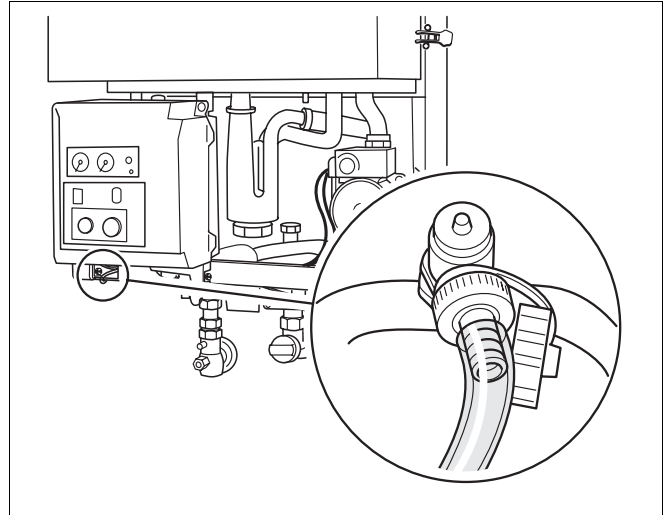

Abb. 16 Heizungsanlage füllen
- Mit Wasser gefüllten Schlauch auf den Füll- und Entleerungshahn (Abb. 16) aufstecken und Hahn mit dem vorhandenen Vierkant (liegt der Verpackung bei) öffnen.